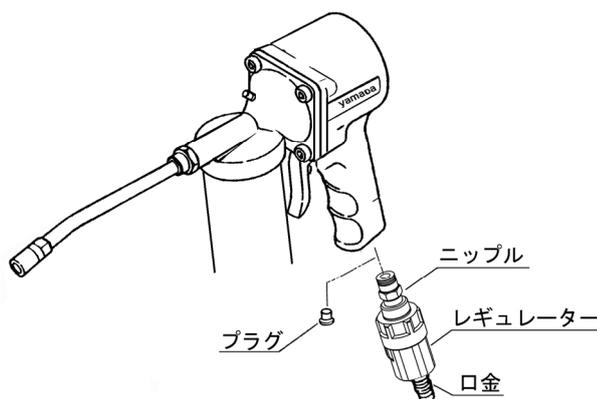

Fig.2
- 2) 本体エア供給口部 (Rc1/4 ネジ) のゴミよけプラグを取外し、レギュレーターをねじ込んでください。(Fig.2)